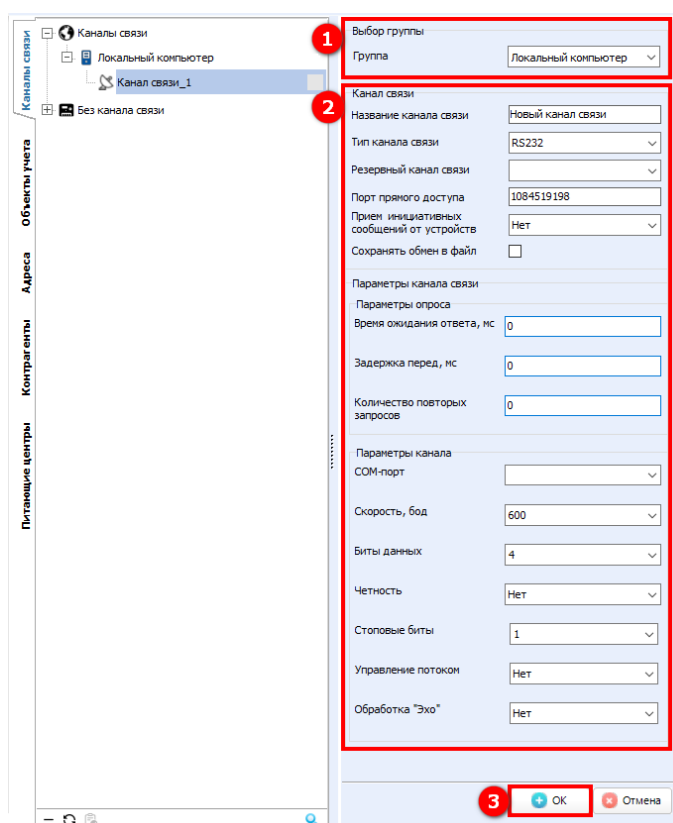

Рисунок 281 – Добавление канала связи
Далее в открывшемся окне необходимо выбрать группу каналов связи (1) (см. рисунок 281) – из раскрывающегося списка выбрать одну из групп, которая ранее была заведена в **RadioAccess 4 (РадиоАксесс 4)**.